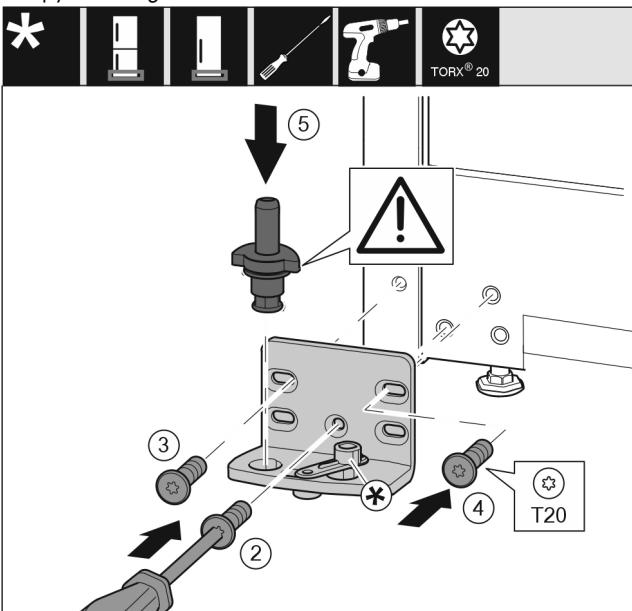

Fig. 14
- ▶ Встановіть опорний кронштейн з іншого боку і закріпіть гвинтами за допомогою викрутки T20. Почніть із гвинта 2 знизу посередині. Fig. 14 (2)
- ▶ Закрутіть гвинти 3 та 4. Fig. 14 (3,4)
- ▶ Вставте цілком опорний гвинт. При цьому виступ фікатора повинен бути спрямований назад. Fig. 14 (5)